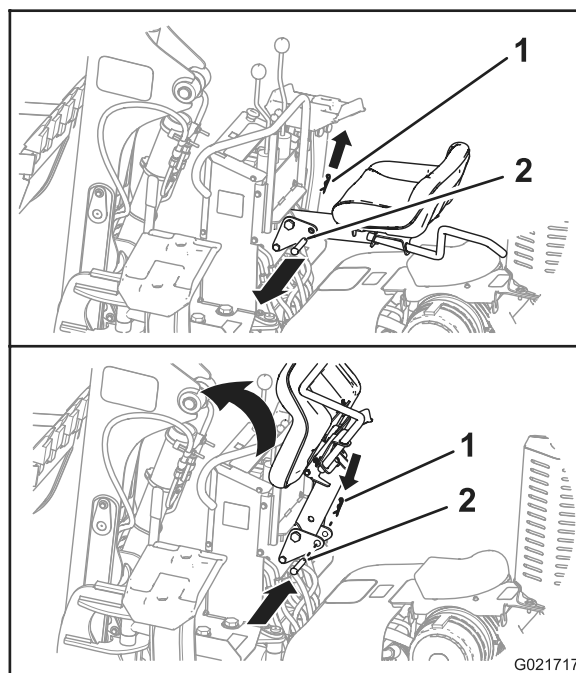

Рисунок 39
- Извлеките шплинт из стопорного штифта сиденья (Рисунок 39).
- Снимите стопорный штифт сиденья с рамы обратной лопаты и стойки сиденья (Рисунок 39).